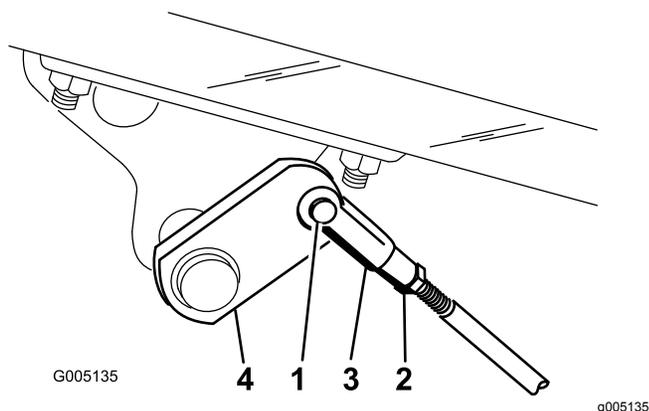

図 50
A. コッターピンとクレビスピンを外して、ブレーキロッドを外す 図 50。
- B. ジャムナットをゆるめ、クレビスを調整する 図 50。
- C. クレビスをシャフトに取り付ける 図 50。